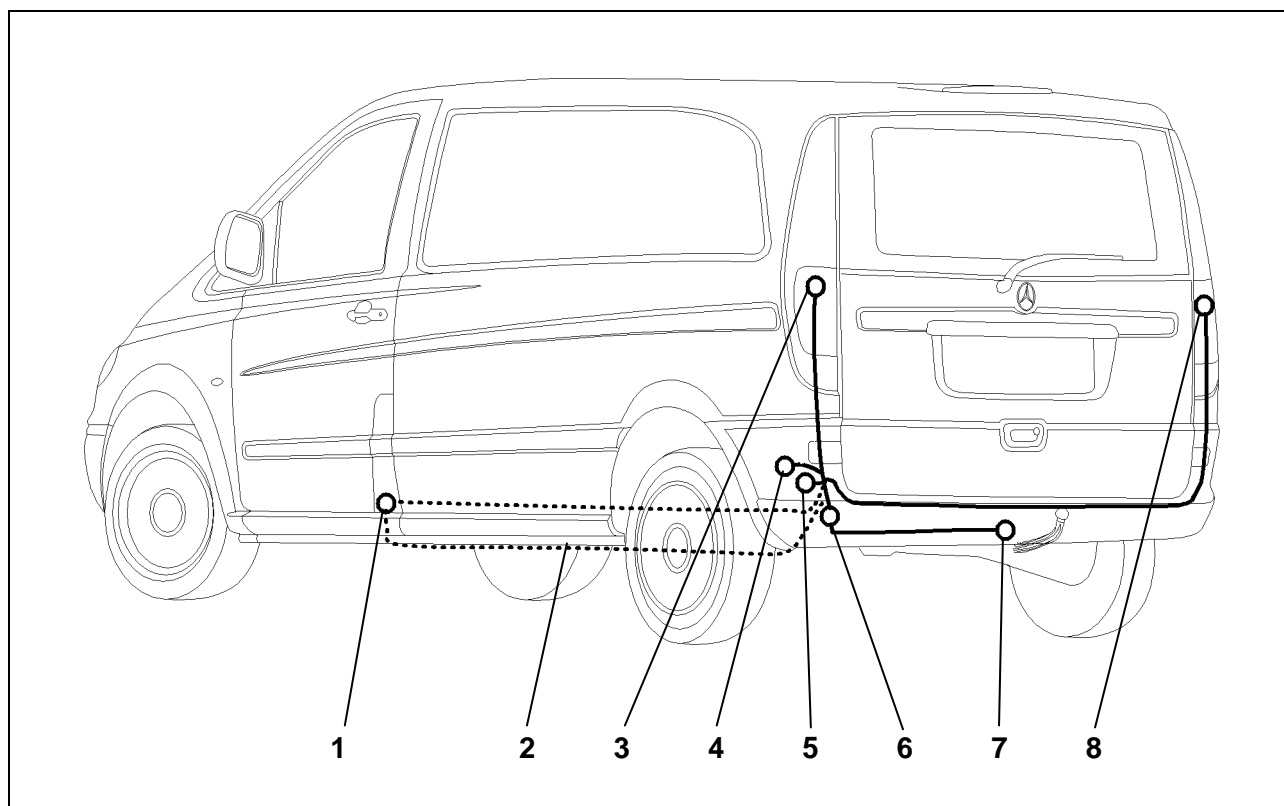

Fig. 1: Monteringsoversigt
4. Ledningsenden skal føres gennem kabelføringen begyndende fra bagagerummet og udad til stikdåsens holdeplade (fig. 1/7).
5. Sæt gummihylsteret ind i kabelgennemføringen (fig. 1/6).
6. Træk stikdåsetætningen op og tilslut ledningsstrengen iht. *stikbelægningen* på stikdåsehuset (fig. 1/7) og skub gummitætningen på stikdåsen.
7. Skru stikdåsen fast på monteringspladen med de vedlagte skruer og møtrikker (fig. 1/7).
9. Læg ledningsenden med den grå/røde ledning langs med bagbeklædningens bagerste plade, og før den hen til den højre baglygte (fig. 1/8) .
11. Før ledningsenden med den grå/sorte ledning hen til den venstre baglygte (fig. 1/3) .
14. Fastgør anhængermodulet (fig. 1/4) med velcrobånd i det venstre hulrum bagved baglygten.
15. Slut de brune ledninger til jordingspunktet på køretøjet (fig. 1/5) med ringøjer, etabler eventuelt en ledende forbindelse til køretøjets jordingspunkt.
16. Før ledningsstrengen med de røde ledninger korrekt iht. fig. 1/2.
Før den brune/hvide ledning til anhængerstyremodulets stik (fig. 1/4) hen til parkeringshjælpens styreapparat og tilslut den.